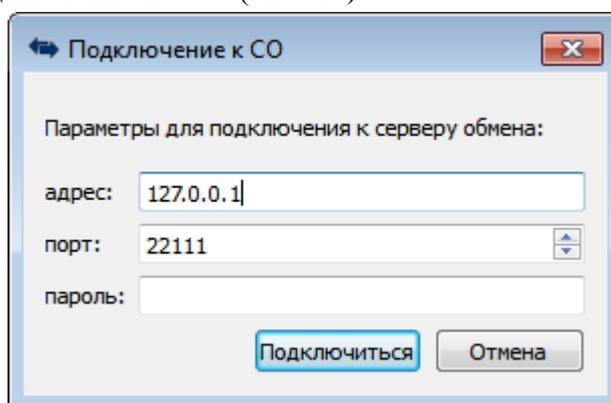

Рис. 16
- Программе потребуется установить соединение с сервером обмена. На экране появится окно «Подключение к СО» (Рис. 16).